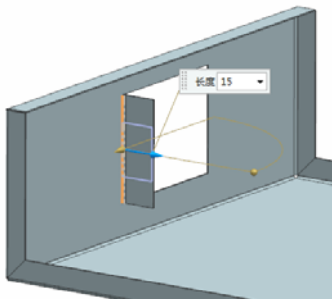

图 6-106 选择弯边
(2) 设置“宽度选项”为完整，“长度”为 15，“角度”为 90，“参考长度”为“外部”，“内嵌”为“折弯外侧”，在“折弯止裂口”和“拐角止裂口”下拉列表框中选择“无”。
(3) 选择弯边，同时在视图区预览显示所创建的弯边，如图 6-106 所示。